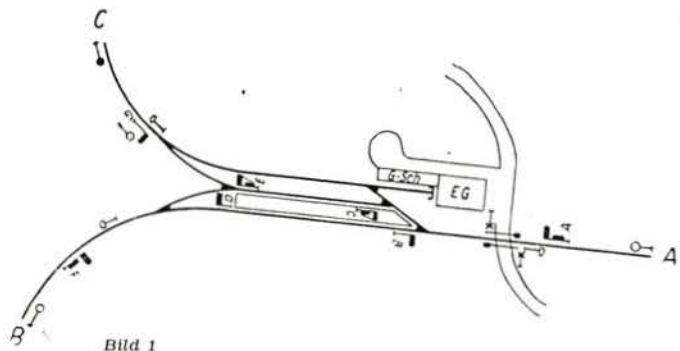

Bild 1
1. Kleiner Trennungsbahnhof (Bild 1)
Anscheinend haben seinerzeit die Eisenbahnbauingenieure in weiser Voraussicht für die Modelleisenbahner diesen Plan geschaffen. Einen besseren Endbahnhof für eine Nebenbahn kann man sich nicht denken. Er ist so einfach in seinem Aufbau und bietet dennoch so viele Möglichkeiten für das Bilden und Auflösen der Züge. Am Berghang liegt der Bahnhof unmittelbar vor dem Ort. Das Empfangsgebäude mit angebauter Güterabfertigung ist in der Art gehalten, wie wir es bereits bei dem Plan nach Bild 1 kennenlernten. Ein Bahnsteig ist nicht vorhanden. Das Bahnhofsgelände wird vom Weg durch einen Zaun mit Schiebetür abgetrennt. Der die Bahn kreuzende Weg führt zu den Feldern am Hang. Die Stumpfgleise sind, dem großen Güterumschlag angepaßt, an Laderampen gelegen. Besondere Ein- oder Ausfahrtsignale sind nicht da. Die Rampengleise dienen zur Verladung der aus den umliegenden Wäldern herangeschafften Rundhölzer, während auf dem Freiladegleis alle ankommenden Schüttgüter entladen und die Ziegel der nahen Ziegelei wiederum verladen werden. Die Rampengleise bieten je zwei bis drei Wagen bequem Platz.